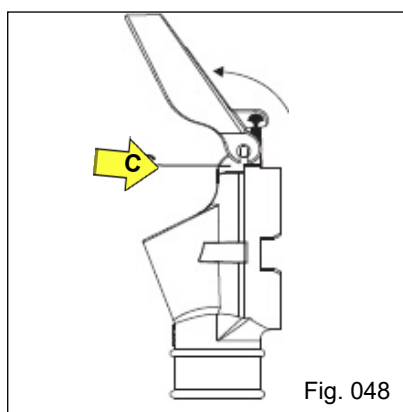
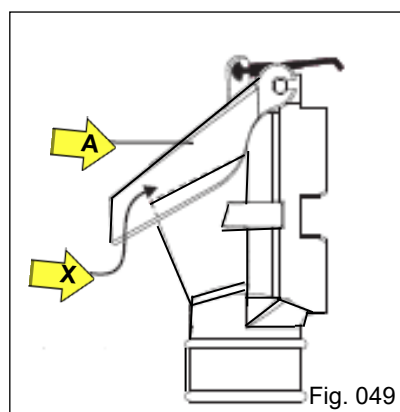

Fig. 048
Fig. 049
b) Introduza a tampa até o final do canal e faça o giro da mesma (Fig. 048), observando a mesma posição nos dois lados dos pinos do bocal. Após gire até o batente "X" da face superior do bocal (Fig. 049).